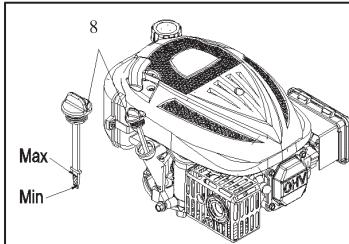

Fig. 7
2. Retire la tapa del filtro de aceite/varilla de nivel (8) y límpielas.
3. Inserte la tapa del filtro de aceite/varilla de nivel (8) en el cuello del filtro de aceite tal y como se muestra, pero no la atornille. A continuación, retírela para comprobar el nivel de aceite.
4. Si el nivel de aceite está cerca o por debajo de la marca del límite inferior de la varilla de nivel, retire la tapa del filtro de aceite/varilla de nivel (8) y rellene con el aceite recomendado hasta la marca del límite superior (borde inferior del orificio de llenado de aceite). No sobrellene.
5. Coloque de nuevo la tapa del filtro de aceite/varilla de nivel (8) (consulte la Fig. 7)